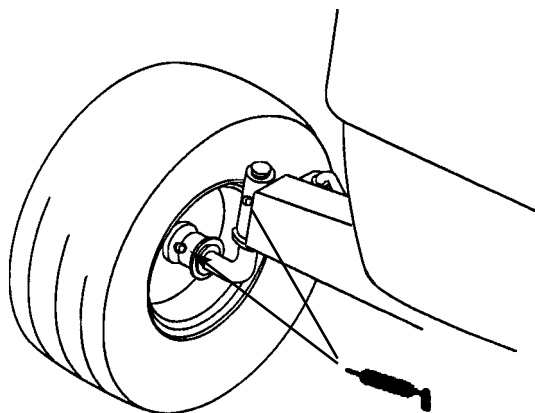

Fig. 14
1. Lubrificate le ruote anteriori fin quando il grasso non incomincia ad uscire dai cuscinetti (Fig. 14).